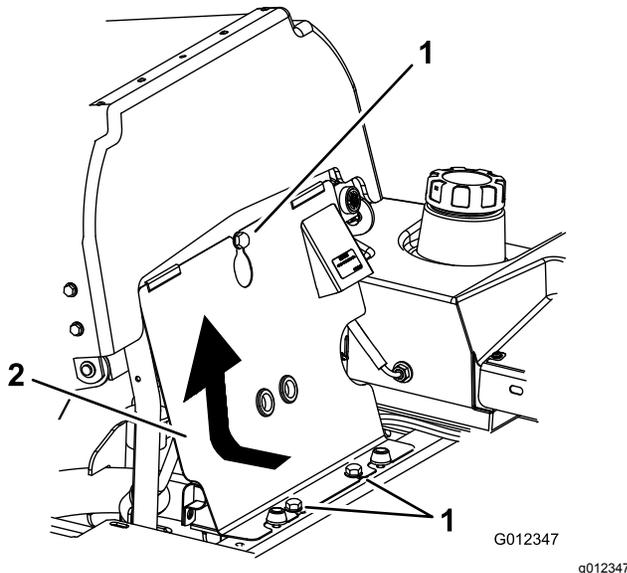

Figura 62
3. Inclíne el asiento hacia adelante, afloje los pernos y retire el panel delantero del motor (Figura 62).